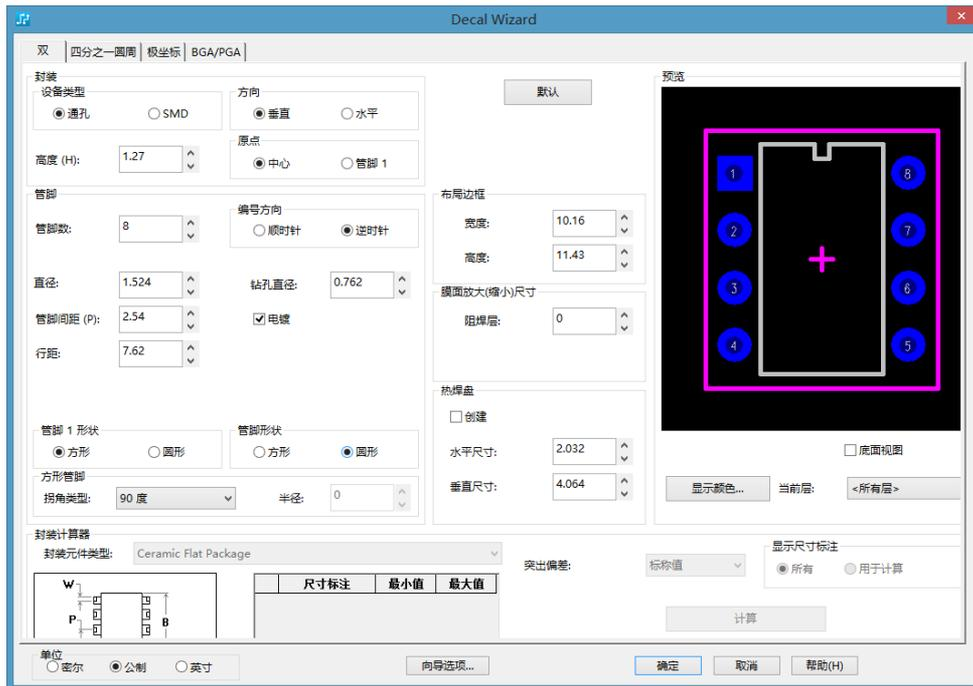

图 9-6 各种参数的设置
(6) 勾选“电镀”复选框，即显示其前面的对号，使引脚镀金。
(7) 在“热焊盘”选项组中取消勾选“创建”复选框，设置为不创建散热焊盘，单击“确定”按钮完成该封装的设置，如图 9-6 所示。